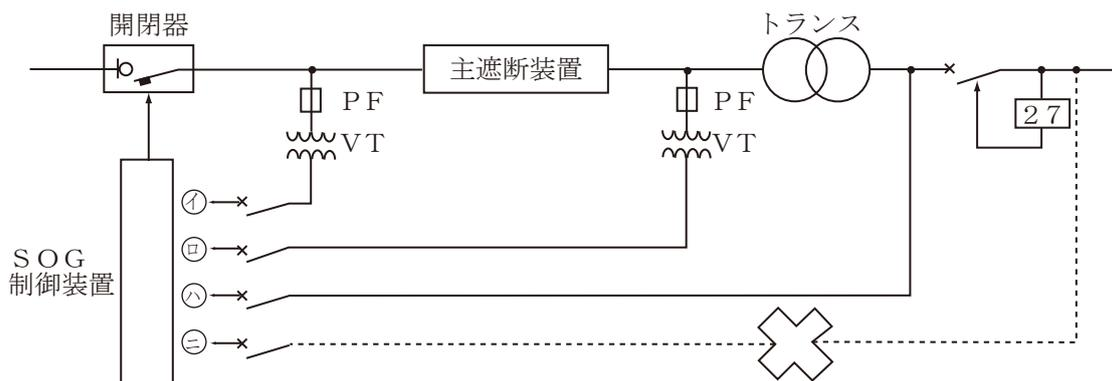

図2 制御電源のとり方
③制御電源のとり方は、図2において①のとり方を推奨します。
④、⑤のとり方をしますと、主遮断装置の負荷側で過電流事故が発生したとき、主遮断装置の遮断と同時に本開閉器もSO動作で開放します。
⑥のとり方をしますと、もし電圧降下で27が動作し、配電用遮断器が開放すると制御電源がなくなりますので、配電用遮断器投入までに事故が発生したとき、本開閉器で保護することができません。